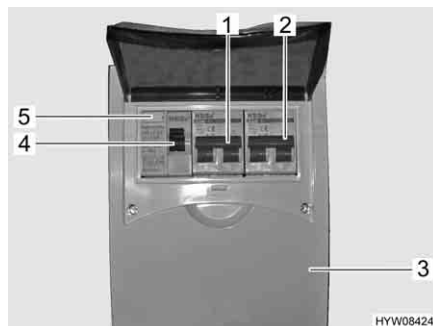

Fig. 93 Scatola dei fusibili a 230 V con interruttore di sicurezza e interruttore automatico FI
Un interruttore di sicurezza per correnti di guasto (interruttore automatico FI) (Fig. 93,4) nella scatola dei fusibili (Fig. 93,3) protegge l'intero veicolo da correnti di guasto (0,03 A).
L'interruttore di sicurezza collegato in serie (10 A) (Fig. 93,1) protegge le prese da 230 V, l'apparecchio per l'alimentazione elettrica, l'apparecchio per l'alimentazione elettrica supplementare e il frigorifero.
Per veicoli con accessori opzionali, p. es. l'impianto di climatizzazione, un ulteriore interruttore di sicurezza (16 A) (Fig. 93,2) protegge l'apparecchio.
- Se il veicolo è collegato all'alimentazione a 230 V, premere il tasto di controllo (Fig. 93,5). L'interruttore di sicurezza per correnti di guasto (FI) deve scattare.